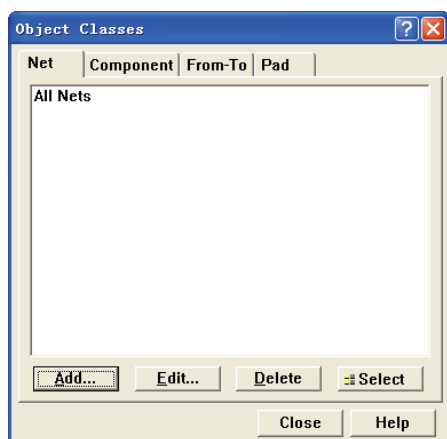
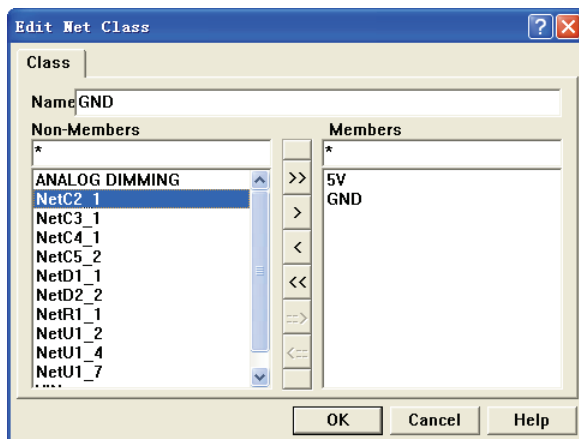

图 8-119 分类对话框
图 8-120 新增网络分类属性对话框
(1) 执行“Design”→“Classes...”菜单命令，弹出如图 8-119 所示的对话框。
(2) 在 Net Classes 类里只有“All Nets”一项，表示目前没有任何网络分类。指向 Net Classes 项。
(3) 执行 **Add...** 命令，则在此类里将新增一项分类（New Class），同时进入其属性对话框，如图 8-120 所示。